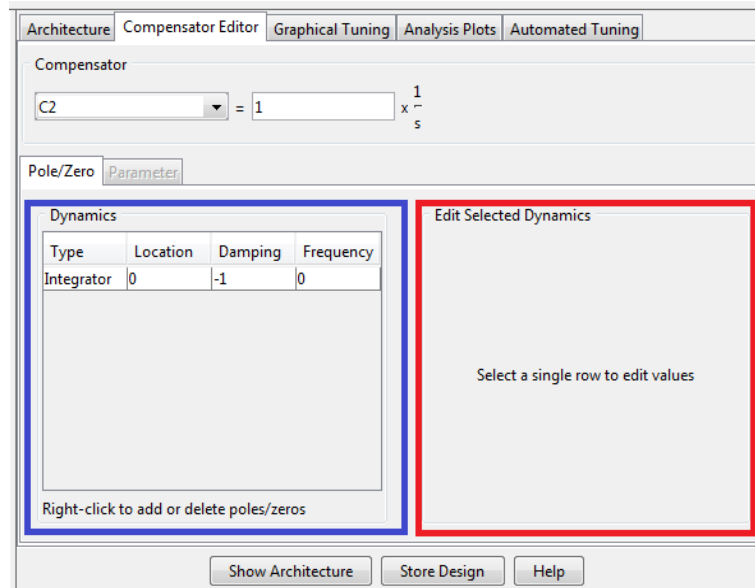

Figura 79. Esquema pestaña Compensator Editor con integrador.
- El integrador se ubica en el recuadro azul *dynamics* de la figura 79, y su localización puede cambiarse en el recuadro *Edit Selected dynamics* de color rojo de la figura 79.